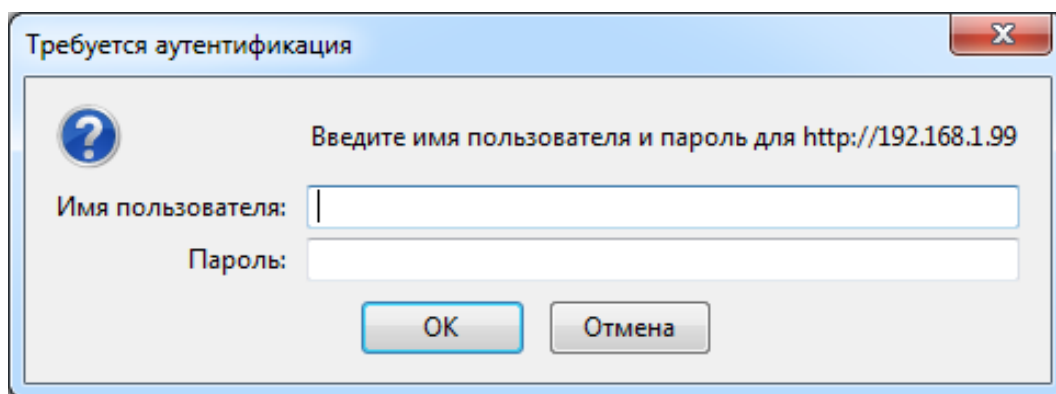

Рисунок 3.2 – Окно аутентификации
3.1.4 В адресной строке наберите IP адрес: 192.168.1.99 (таблица 3.1). В появившемся окне «Требуется аутентификация» (рисунок 3.2) нажмите «ОК» (без имени и без пароля).